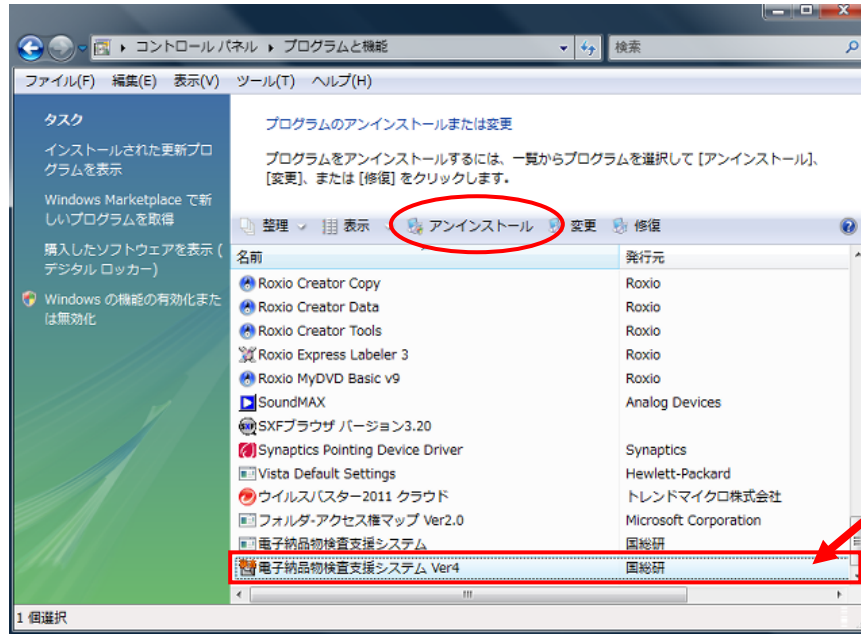

図 3-1 プログラムと機能
- (1) コントロールパネルから「プログラムと機能」を起動します。
- (2) 図 3-1 プログラムと機能が表示されますので、「電子納品物検査支援システム Ver4」を選択し、[アンインストール]をクリックします。